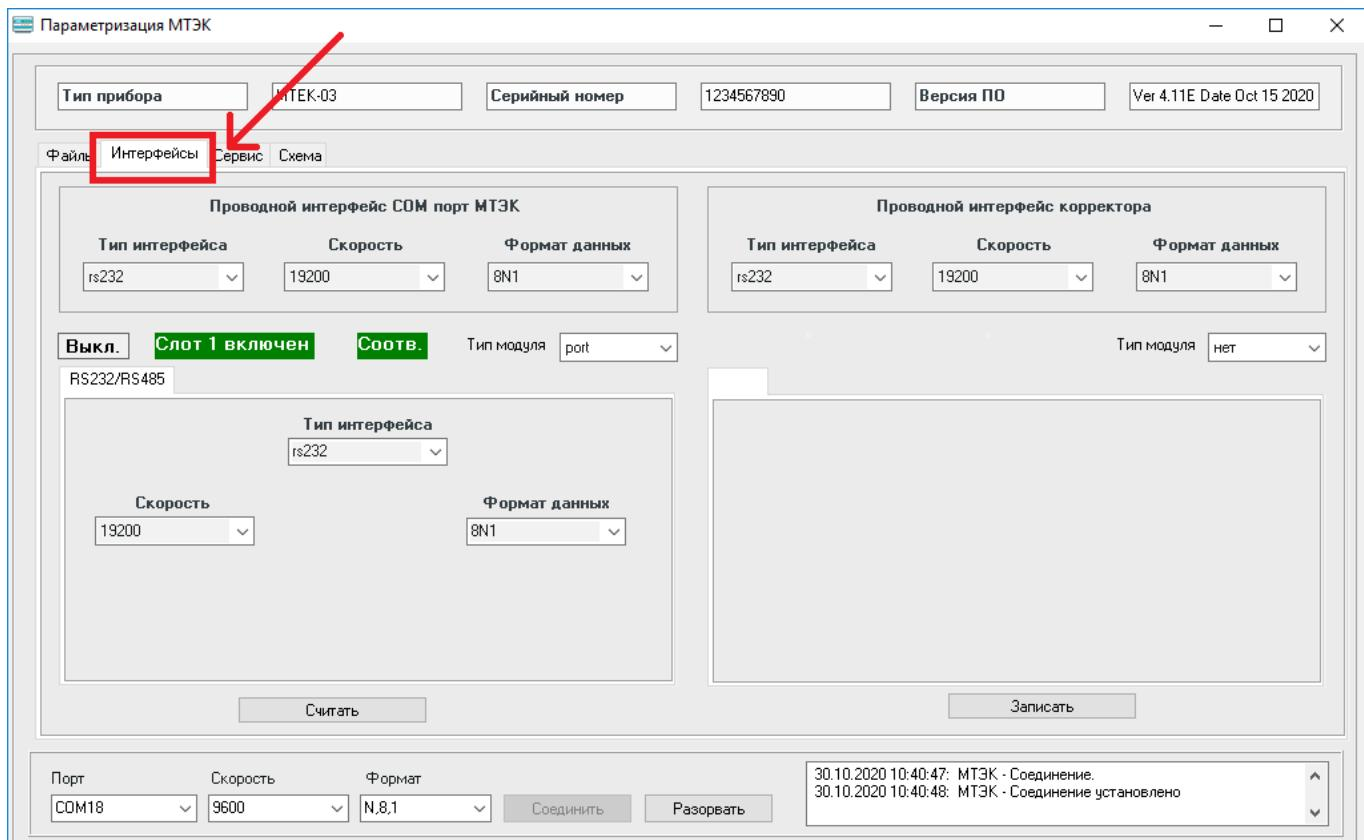

Рисунок 10
- На вкладке «Интерфейсы» содержится следующая информация о настройках (рисунок 10):